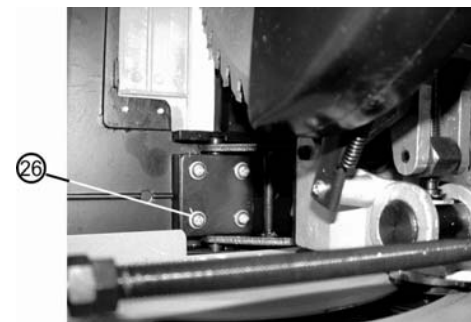

Рис.12
10.1.2. В случае, если точность установки нарушена, пильный диск необходимо отрегулировать следующим образом, Рис.12: